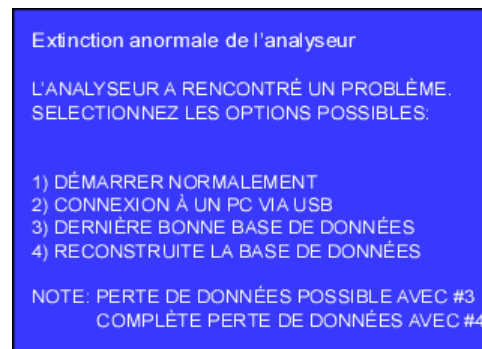

Figure 6.2. Écran d'Extinction Anormale .
Si pour n'importe quelle raison l'Analyseur plante, l'utilisateur verra l'écran présenté en **Figure 6.2** lors du redémarrage de l'Analyseur. Suivez les instructions à l'écran pour finir la séquence de redémarrage. En générale, l'option (1) du menu peut être sélectionnée.